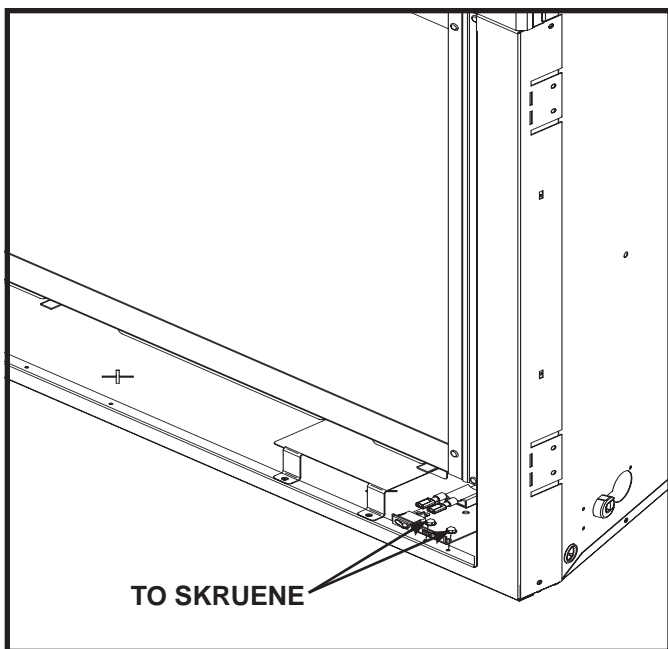

Fig 14.10
1. Fjern de to skruene som fester brytersettet til peisen. Se Fig 14.10.